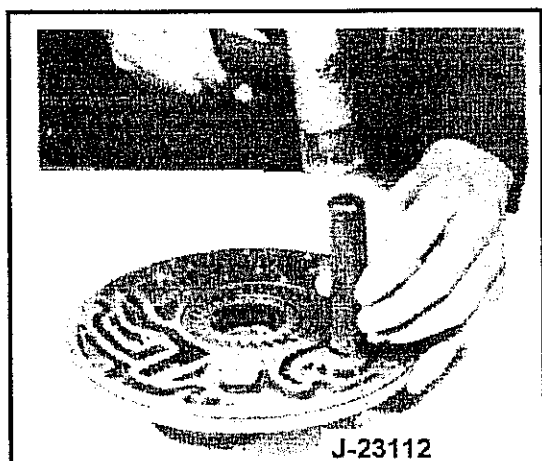

Abb. 10-72 Montage des Nebenschlußventils zum Getriebeölkühler
- Nebenschlußventil mit Ventilsitz, Stahlkugel und Druckfeder zum Getriebeölkühler einsetzen. Hierzu Spezialwerkzeug J-23113 verwenden. Den Ventilsitz in die Bohrung einsetzen, bis die Oberkante mit der Oberfläche des Pumpengehäuses gleichsteht. Siehe Abb. 10-72.